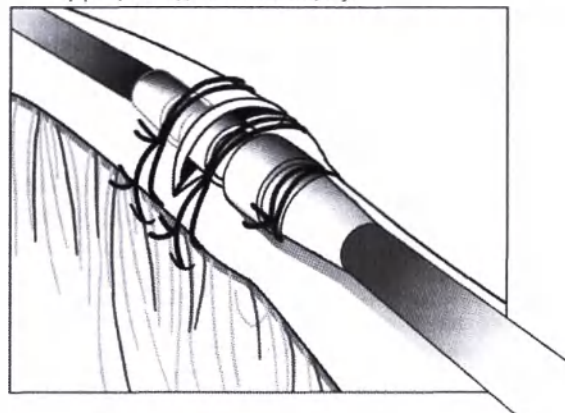

Рисунок 14. Пример фиксирующей муфты, методика венесекции
3. Используя ту же самую бороздку, подшейте электрод и вену к прилегающей фасции (Рисунок 14 Пример фиксирующей муфты, методика венесекции).